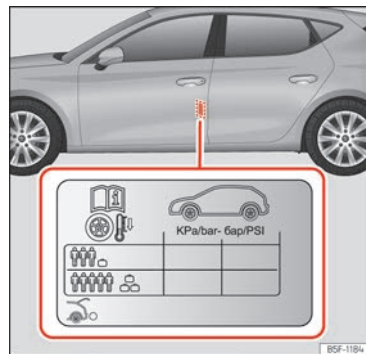

Abb. 244 Einbauport des Aufklebers für den Reifendruck.
- Passen Sie bei größerer Zuladung den Reifendruck entsprechend an » » » **(Abb. 244)**.
Die Angaben zum Reifenfülldruck befinden sich auf dem Aufkleber an der Fahrertürsäule »» **(Abb. 244).**
Der Reifendruck muss der aktuellen Fahrzeugbelastung angepasst werden. Wenn das Fahrzeug voll beladen werden soll, muss der Reifenfülldruck entsprechend dem auf dem Reifenfülldruck-Aufkleber angegebenen maximalen Wert erhöht werden »» **(Abb. 244).**
Füllen Sie bei einem minimierten Notrad (125/70 R16 oder 125/70 R18) auf einen Druck von 4,2 bar, gemäß Angabe auf dem Aufkleber mit den Reifendruckwerten »» **(Abb. 244).**
- Der Fahrer ist verantwortlich für den richtigen Reifenfülldruck an allen Reifen am Fahrzeug. Der empfohlene Reifenfülldruck befindet sich auf einem Aufkleber »» **(Abb. 244).**
- Immer den richtigen Reifenfülldruck am kalten Reifen einhalten, wie auf dem Aufkleber angegeben »» **(Abb. 244).**